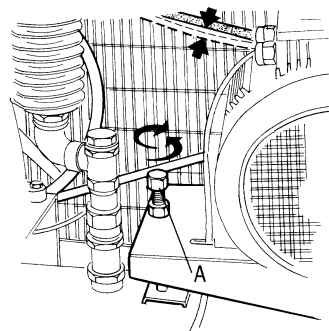

fig. 12
De riemspanning wordt op fabriek geregeld. In geval van vervanging moeten de katrollen perfect met elkaar uitgelijnd en korrekkt gespannen worden. Schroefpin (A) geeft de mogelijkheid om de riemspanning te regelen door de basis van de motor naar boven of naar beneden te schuiven (Fig. 12).